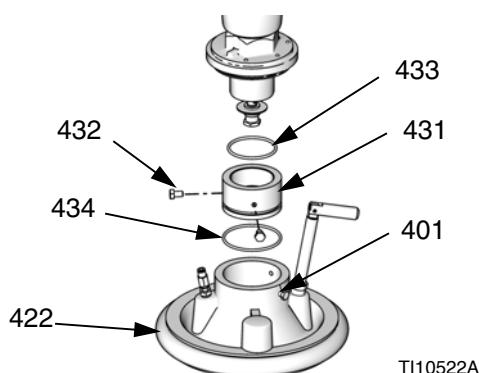

Рис. 20: Монтажный комплект для емкости на 20 и 30 литров
- Вставьте кольцевое уплотнение (433) и два винта (432) в адаптер (431) из монтажного комплекта 255393 и протолкните адаптер во впускное отверстие насоса. См. Рис. 20.
- Установите на опорную емкость кольцевое уплотнение (434) из монтажного комплекта 255393. Ослабьте винты монтажного кронштейна (426) и осторожно опустите насос на кольцевую прокладку (434) и опорную емкость.
- Закрепите фланец впускного отверстия насоса на опоре с помощью винтов (401).